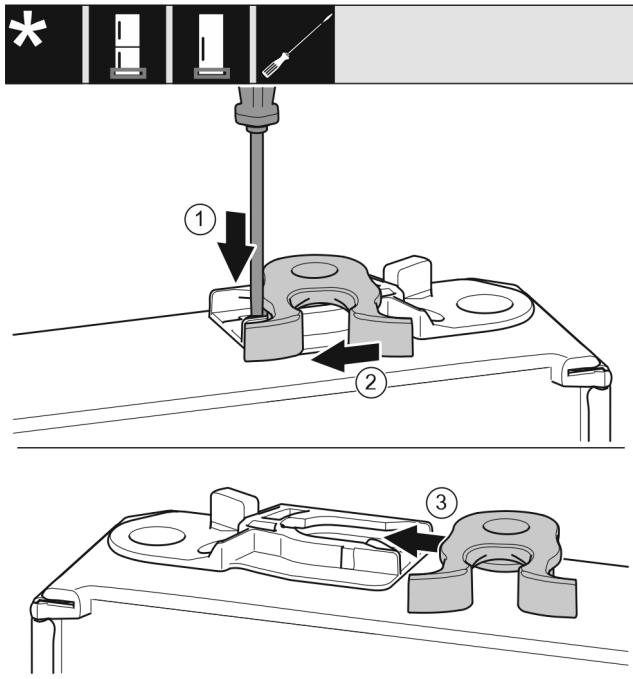

Fig. 15
- Press låsken ned med skrutrekkeren. Fig. 15 (1)
- Trekk låsekrokene ut av føringene. Fig. 15 (2)
- Skyv låsekrokene inn i føringen på den andre siden. Fig. 15 (3)